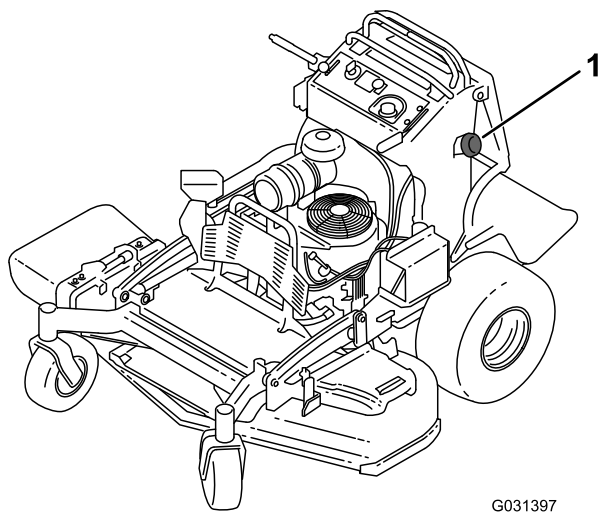

Bild 50
3. Reinigen Sie den Bereich um den Tankdeckel, damit keine Rückstände in den Kraftstofftank gelangen (Bild 50).